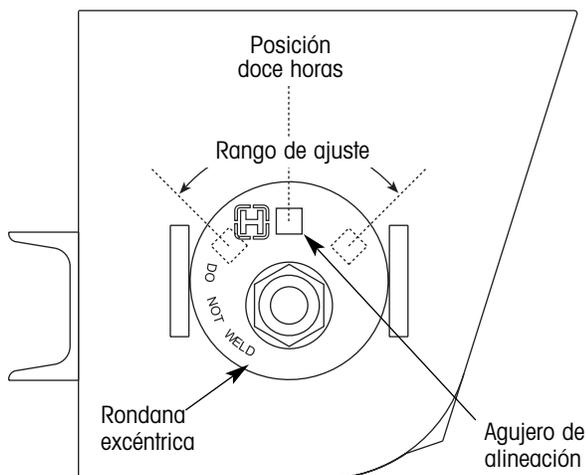

Figura 21. Detalles de orientación de la rondana excéntrica
3. En ambas conexiones pivote del eje delantero, inspeccione la orientación del agujero de alineación en la rondana excéntrica (figura 21). El agujero de alineación debe estar en la posición de las doce horas, el cual es el punto medio del rango de ajuste de alineación. Si el agujero de alineación no está en la posición de las doce horas, inserte un maneral de 1/2" en el agujero de alineación en la rondana excéntrica y gire la rondana hasta que este en la posición de las doce horas.